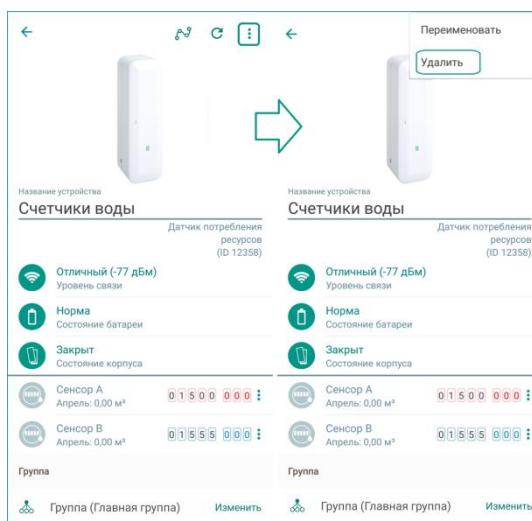

Рисунок 16.1 – Вызов меню на экране настройки датчика
- 1) В приложении на экране настройки датчика (см. рисунок 16.1).